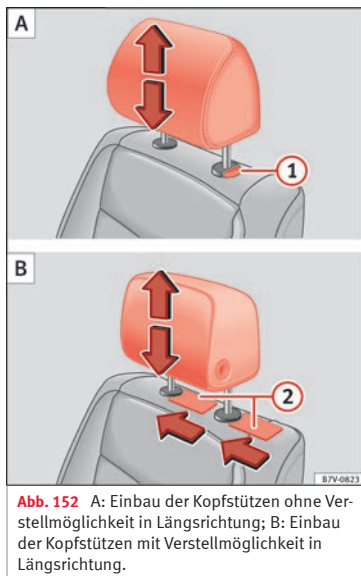

Abb. 152 A: Einbau der Kopfstützen ohne Verstellmöglichkeit in Längsrichtung; B: Einbau der Kopfstützen mit Verstellmöglichkeit in Längsrichtung.
- Bei vollständig eingedrücktem Knopf die Kopfstütze entnehmen » Abb. 152 ① A.